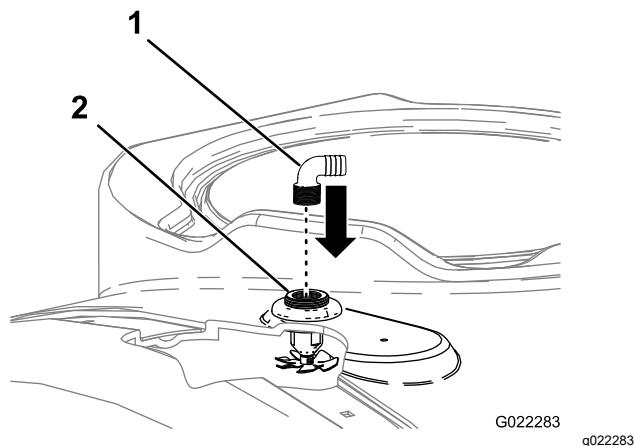

图 6
4. 将 2 个冲洗喷嘴软管宝塔接头安装到冲洗喷嘴隔板的螺纹开口中图 6。